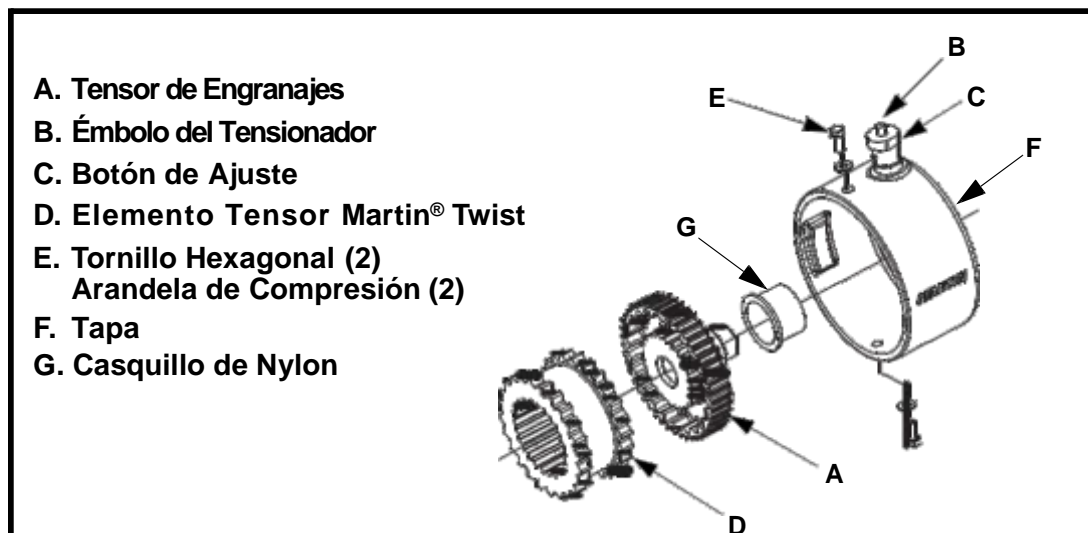

Figura 5. Mantenimiento del Tensionador Martin® Twist
- a. Con la llave inglesa, gire el engranaje del tensionador (A, Figura 5) para aliviar ligeramente la tensión y libere el émbolo del tensionador (B) de los dientes. Luego, mientras sostiene la llave inglesa con fuerza, tire el botón de ajuste (C), gírelo 180° y suéltelo.
2. Retire el elemento tensor viejo del Tensionador Martin® Twist (D) de la siguiente manera:
- a. Retire dos tornillos hexagonales y las arandelas (E) de la tapa (F).
- b. Retire la tapa (F), el casquillo de nylon (G), el tensor de engranajes (A) y el elemento tensor Martin® Twist (D).